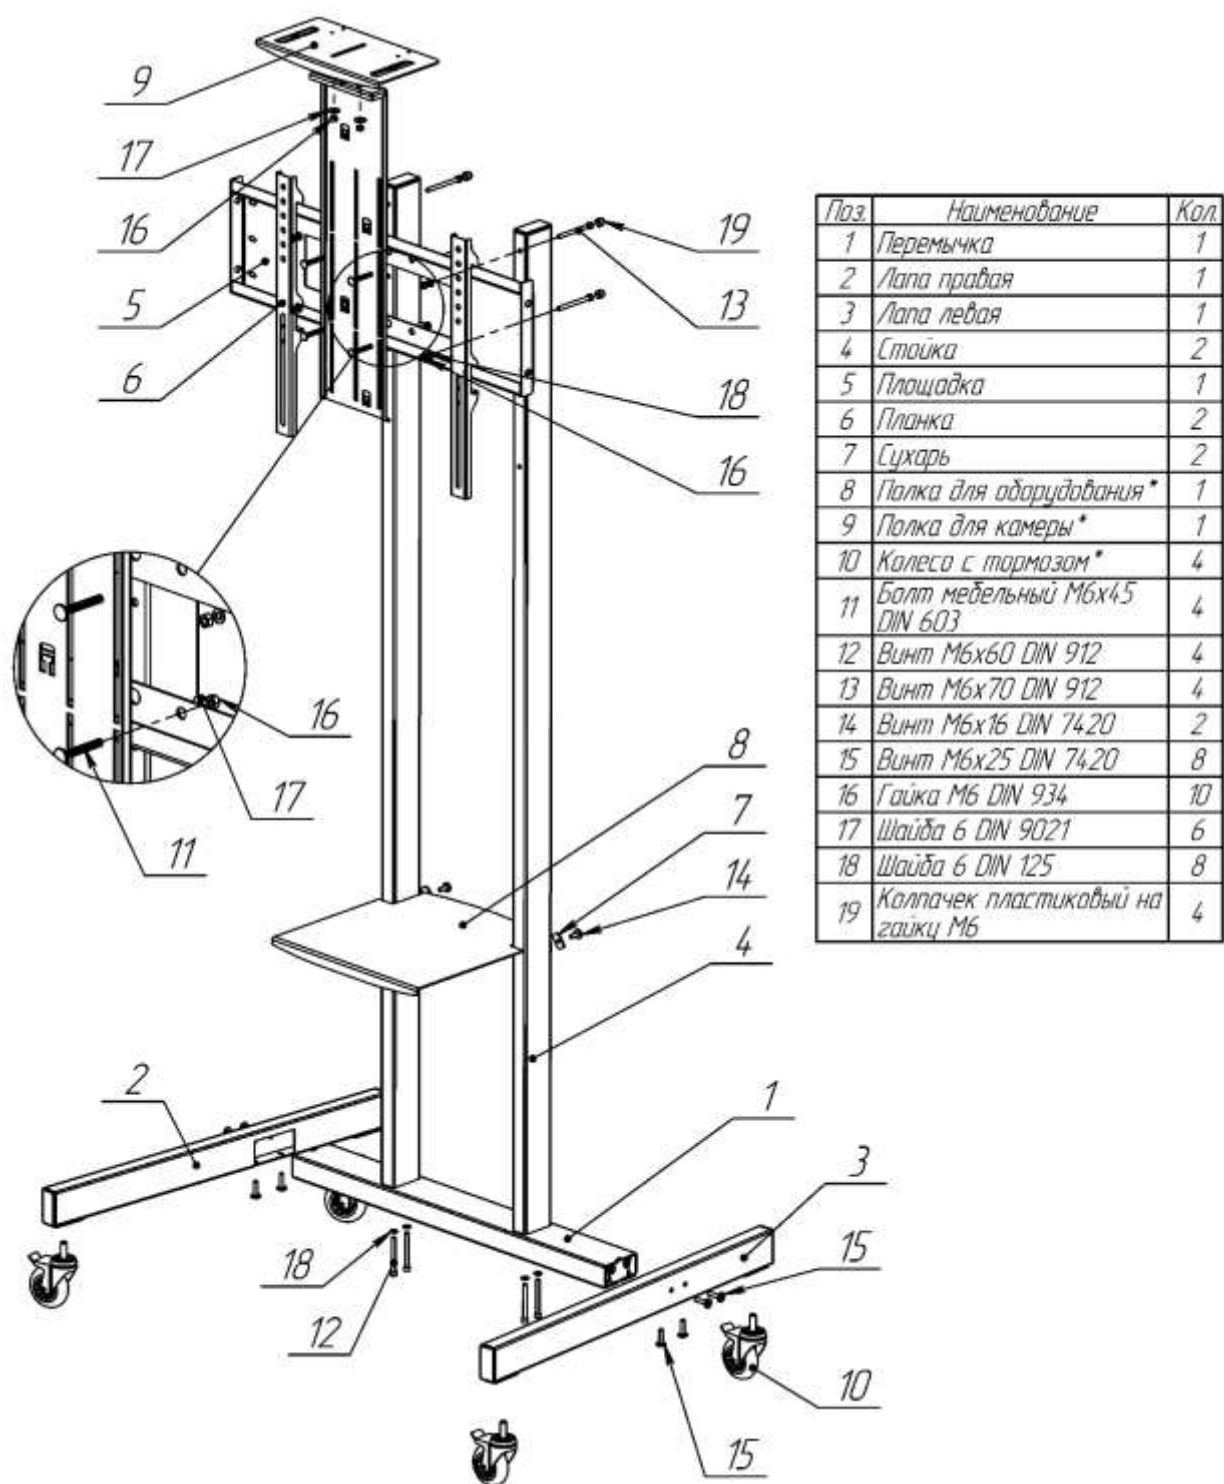

Рис. 2 – Сборка стойки
1. Соединить лапу левую (поз. 3) и лапу правую (поз. 2) с перемычкой (поз. 1) при помощи винтов M6x25. См. рис. 2, 3.
2. Присоединить колеса (поз. 10) к лапам (поз. 2 и 3). См. рис. 2, 3.
3. Закрепить стойки (поз. 4) на перемычке (поз. 1) при помощи винтов M6x60 и шайб 6. См. рис. 2, 3.
5. Собрать полку для камеры (поз. 9) при помощи гаек М6 и шайб 6 увеличенных. См. рис. 2, 5.
6. Закрепить полку для камеры (поз. 9) на площадке (поз. 5) при помощи болтов мебельных М6х45, шайб 6 увеличенных и гаек М6. См. рис. 2, 5.
- См. рис. 2, 6.